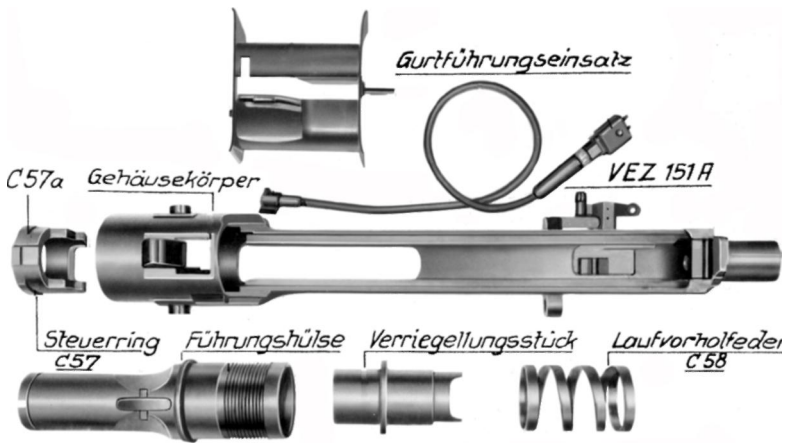

Abb. 14: Gehäuse: Hauptteile (Ansicht von oben)
C. Gehäuse (C) (Abb. 14- 19)
Steuerring (Abb. 14)
Laufvorholfeder (Abb. 14)